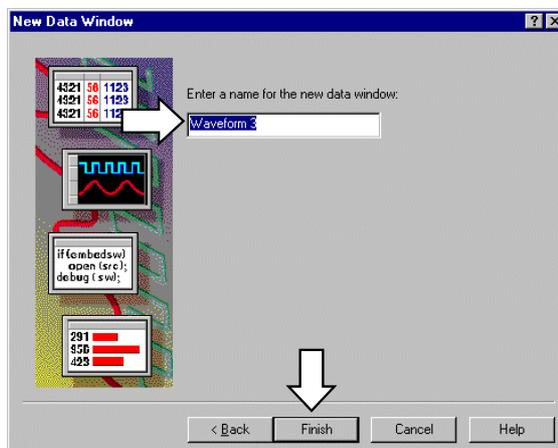

図 3-33 : データ・ウィンドウの名前を定義するためのダイアログ・ボックス
9. 図 3-33 のデータ・ウィンドウの名前を定義するダイアログ・ボックスが現れるので、必要に応じてデータ・ウィンドウの名前（ここでは Waveform 3）を入力し、<Finish>ボタンをクリックして[New Data Window]ウィザードを終了します。